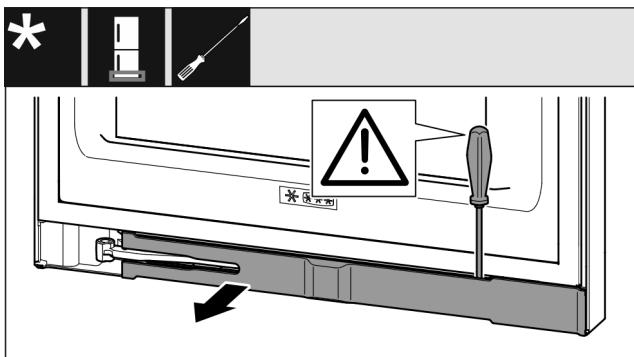

Fig. 13
- Atbrīvojiet aizsegu ar plakano skrūvgriezi un pagrieziet uz sāniem Fig. 13 ()�.